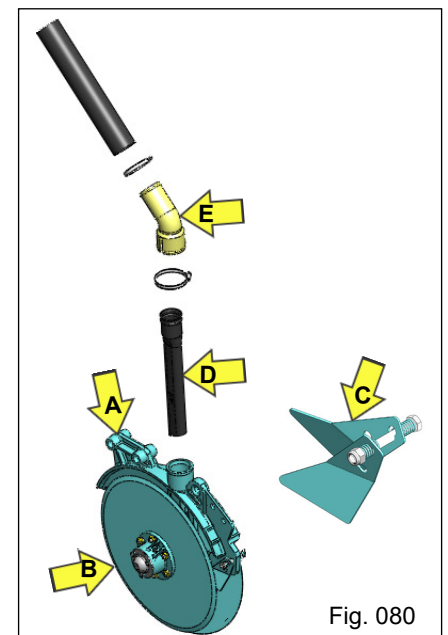

Fig. 080
b) Composto por um suporte dos discos com furos posicionados um à frente do outro "A" (Fig. 080), permitindo que os conjuntos dos discos planos lisos sejam montados desencontrados entre si.